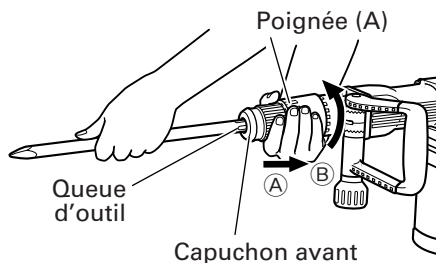
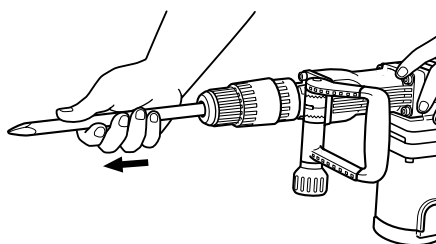

Fig. 2
Fig. 3
- (1) Nettoyer la section de la queue de l'outil.
- (2) Comme indiqué sur la Fig. 2, tirer sur la poignée (A) dans la direction Ⓐ, et insérer l'outil dans l'un des orifices du capuchon avant tout en tournant dans la direction Ⓑ.
- (3) Régler la position de la rainure tout en tournant l'outil, et l'insérer encore davantage jusqu'à ce qu'il touche le fond de l'orifice.
- (4) Ramener la poignée (A) sur sa position d'origine, tirer sur l'outil et vérifier qu'il est bloqué à fond. (Fig. 3)
Comme indiqué sur la Fig. 2, tirer sur la poignée (A) et sortir l'outil rout en tournant dans la direction (B).